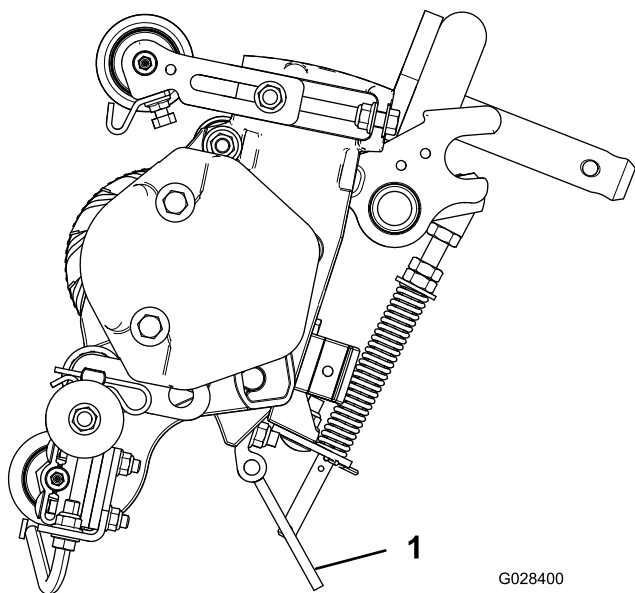

Figure 12
**Remarque:** Utilisez la béquille (fournie avec le groupe de déplacement), chaque fois qu'il faut basculer le verticutter pour exposer les lames (Figure 12).